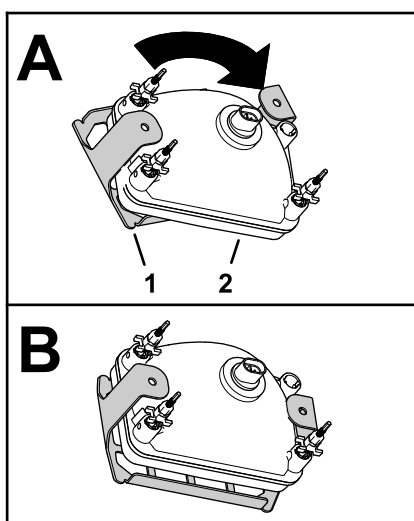

図 45
4. 図 45に示すように、ヘッドライトガードをヘッドライトに取り付ける。
7. ヘッドライトガードをヘッドライトマウントブラケット(図 45)にフランジボルト (5/16 x 5/8") 4本で固定する。